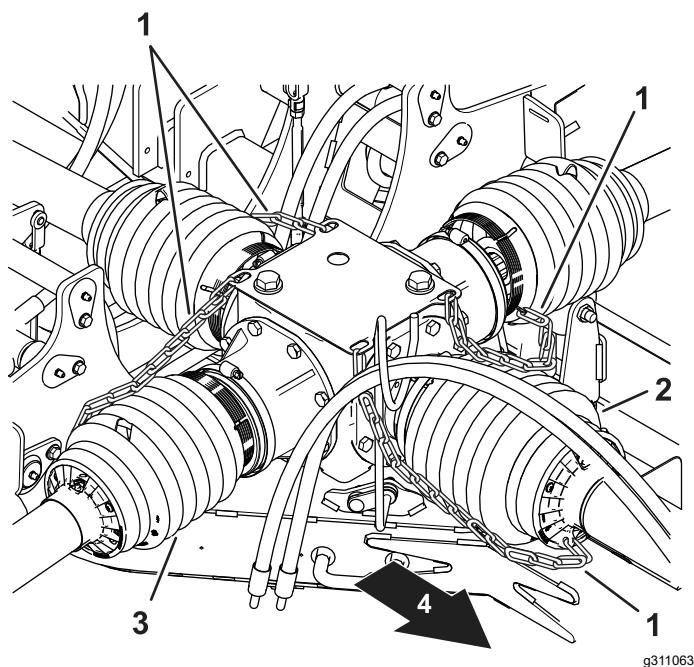
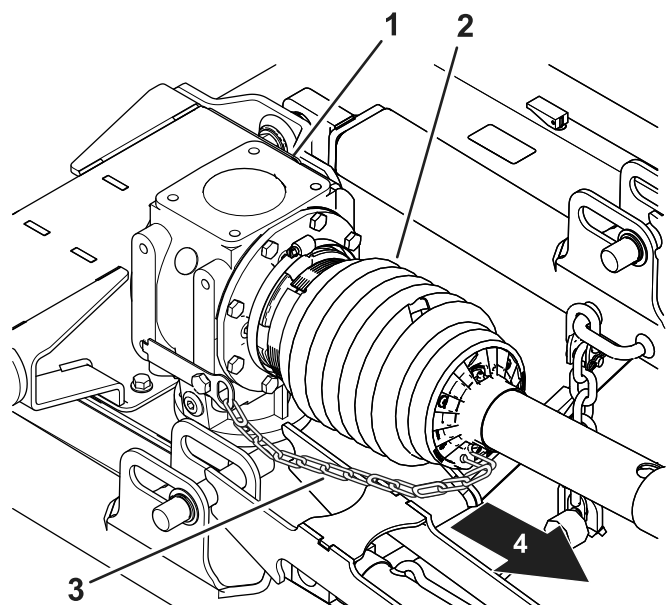
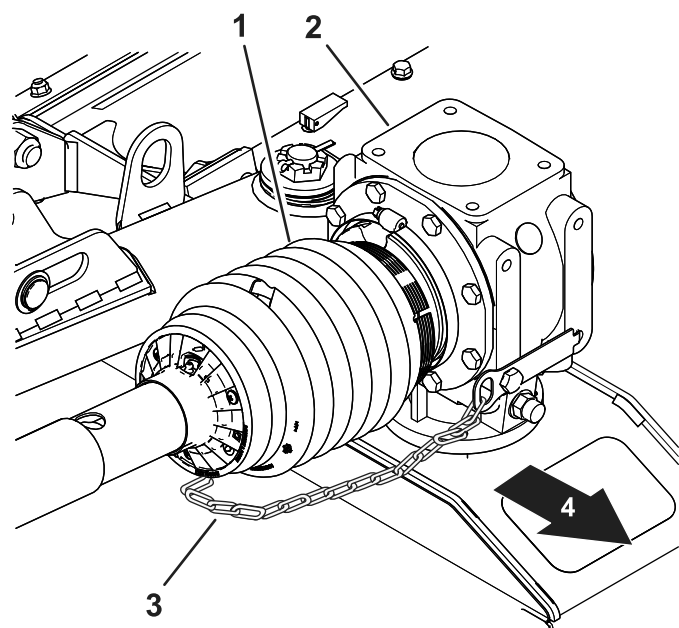

Рисунок 18
Рисунок 20
Рисунок 19
6. Проверьте, чтобы ограничительные цепи кожухов приводных валов были подсоединены к среднему редуктору и редукторам на каждой деке газонокосилки (Рисунок 18, Рисунок 19, Рисунок 20 и Рисунок 21).